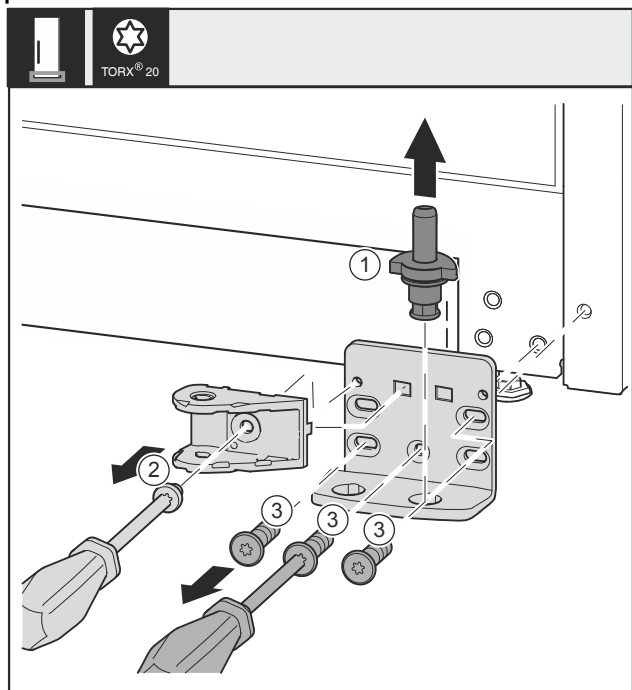

Fig. 32 \*
- ▶ Ložiskový čep Fig. 32 (1) celý vytáhněte nahoru.\*
- ▶ Šroubovákem vyšroubujte šrouby Fig. 32 (2) a sejměte spojení tlumiče zavírání.\*
- ▶ Šroubovákem vyšroubujte šrouby Fig. 32 (3) a sejměte stojan ložiska.\*